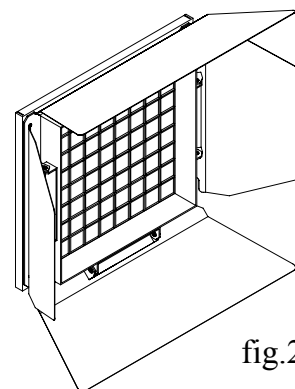
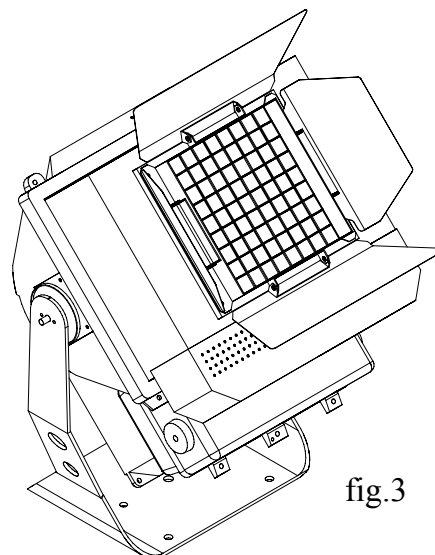

fig.2
fig.3
2) Dopo averla sgrassata con l'apposita salvietta detergente, inserite la lampada nel portalamпада con le dovute precauzioni (fig.2):
Per la sostituzione della lampada, si raccomanda di rimuovere la copertura in alluminio riflettente, agendo sul pomolino in ferro, posto al centro della stessa (vedi l'indicazione della freccia in fig.2).
Per installare il paraluce (fig.2) sul proiettore, è necessario svitare le 6 viti M4 testa esagonale che fissano la griglia porta-vetro e riavvitare, insieme al porta-vetro, anche il paraluce a 4 alette (fig.3). Sono stati previsti 4 fori per fissare ulteriormente il paraluce con 4 viti M3x10.